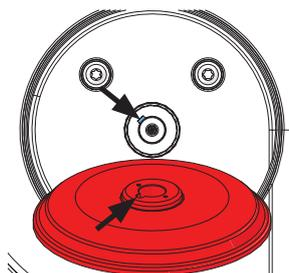

Fig. 15
- Aplicar o novo flange de suporte >>> **ter em atenção a ranhura de encaixe (fig. 15).**